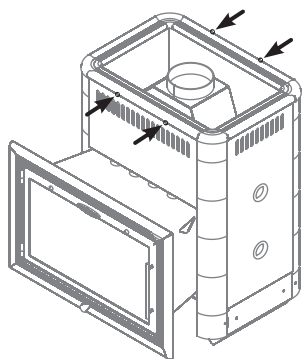

Рисунок 5. Демонтаж рамки конвектора печи «Витрувия»
1. Снять рамку конвектора, открутив 4 самореза (рисунок 5)